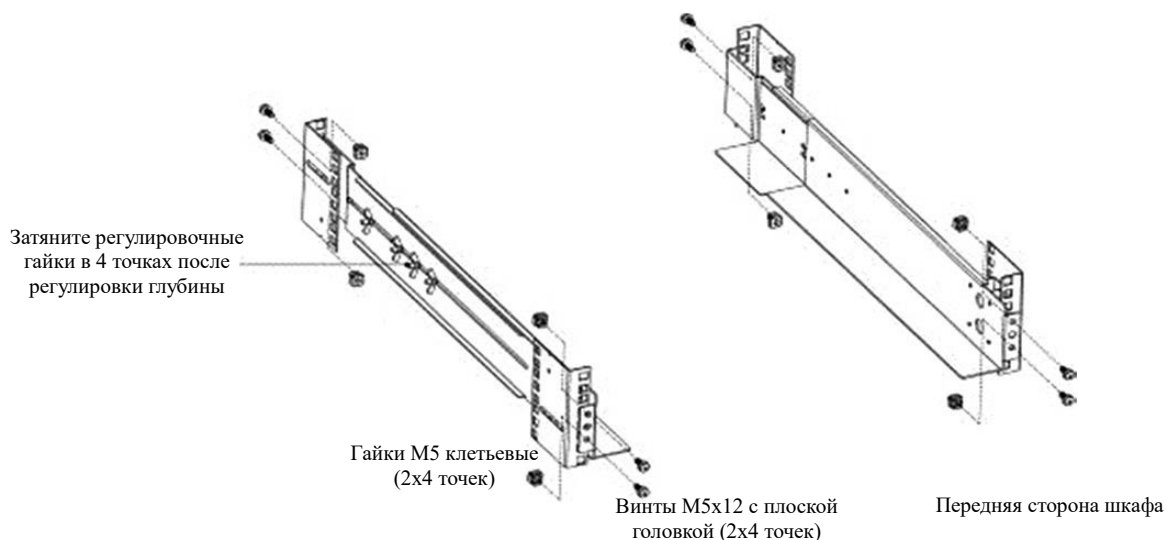

Рисунок 5. Крепление рельс
- b) Выберите место установки ИБП в шкафу и установите направляющие, зафиксировав их спереди и сзади (см. рисунок 5). Монтажный комплект занимает четыре точки крепления, по две спереди и сзади шкафа.
- c) Закрутите четыре барашковые гайки М5 на каждой для фиксации глубины рельс (см. рисунок 5).